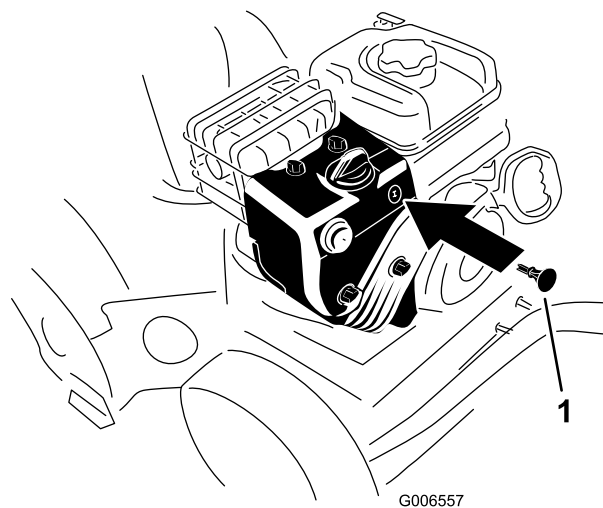

Figura 26
3. Insira a chave na ignição (Figura 26).